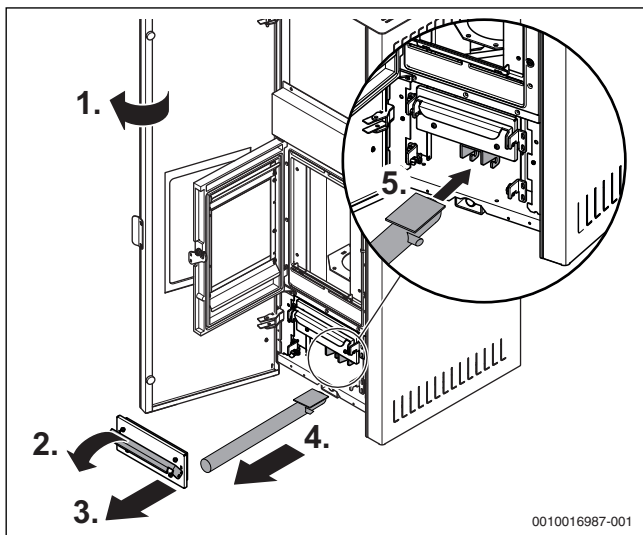

Bild 13 Turbolatoren reinigen
- ▶ Tür öffnen (→ Bild 13, 1.).
- ▶ Griff von unten fassen und nach unten klappen (→ Bild 13, 2.).
- ▶ Deckel des Abgassammlers entnehmen (→ Bild 13, 3.).
- ▶ Turbolatorenrüttelgriff herausziehen (→ Bild 13, 4.) und in die Aufnahme der Turbolatoren stecken (→ Bild 13, 5.).